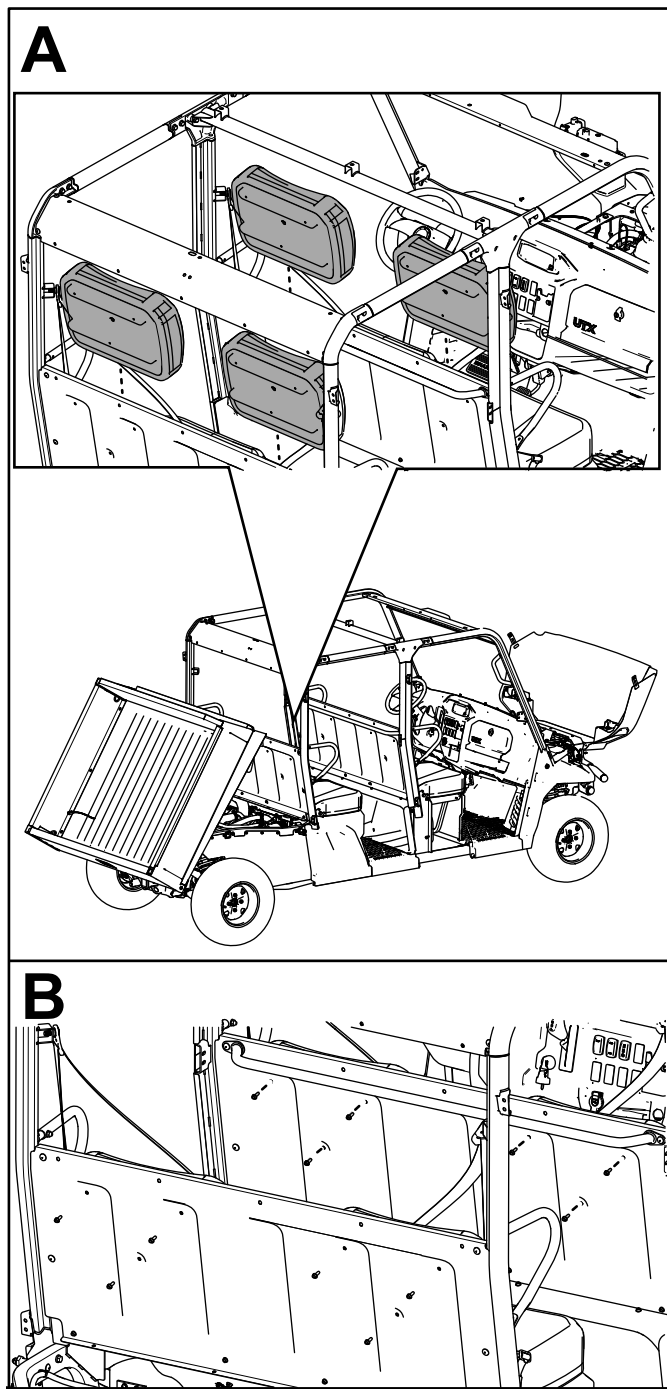

Figure 55
28. Fixez les 4 dossiers de siège aux panneaux de siège à l'aide de 12 boulons à tête hexagonale à embase ($\frac{1}{4}$ " x $\frac{3}{4}$ "), comme montré à la Figure 55.